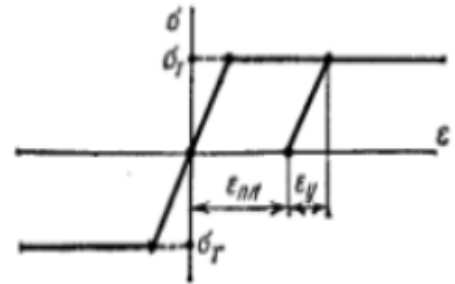

Рис. 6.2.2 Диаграмма Прандтля.
**Пример 6.2.2 (РГР №2)** Определить предельную нагрузки для стержневой системы, работающей в упругопластической стадии (рис.6.2.2.1,рис. 6.2.2.2).